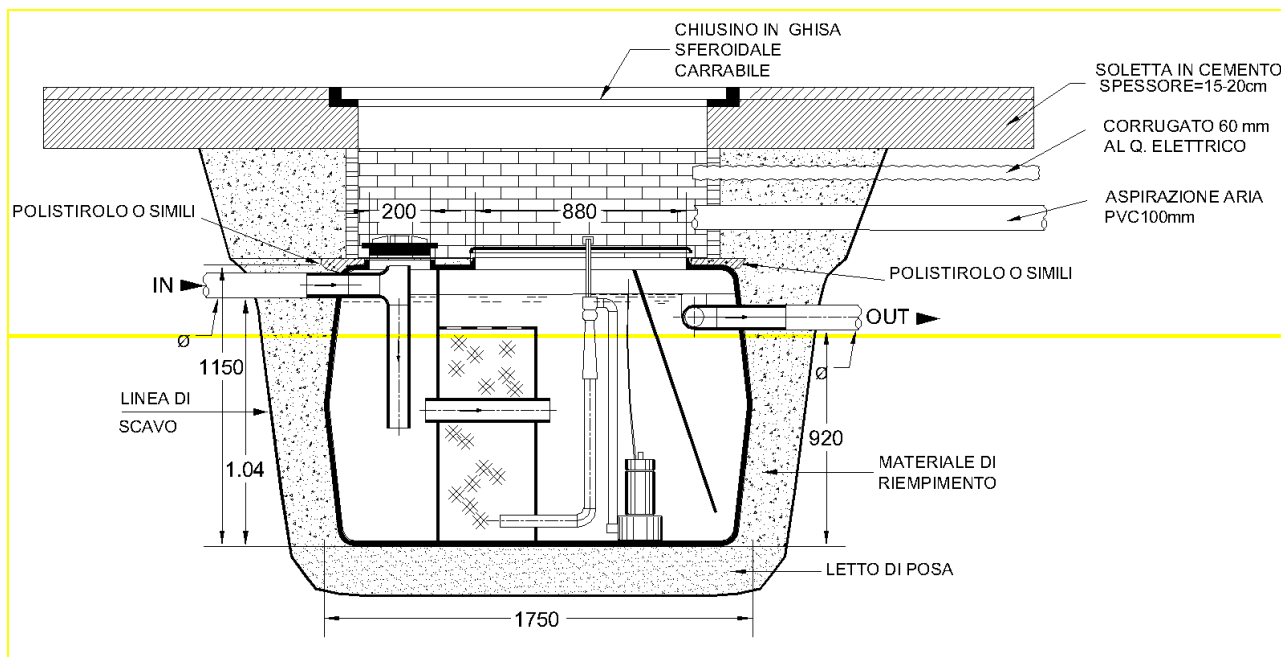

Figura 18 Realizzazione del sopralzo in mattoni
In alternativa si possono realizzare dei sopralzi in mattoni come indicato in figura 18.
- Il tubo di aerazione (canna zincata da 3/4" visibile nella parte superiore del manufatto dalle portelle di ispezione) deve essere libero di aspirare aria dall'esterno, direttamente dal pozzetto o tramite condotto di aerazione come indicato in Figura 18. Al fine di mettere in comunicazione gli eventuali condotti di aspirazione